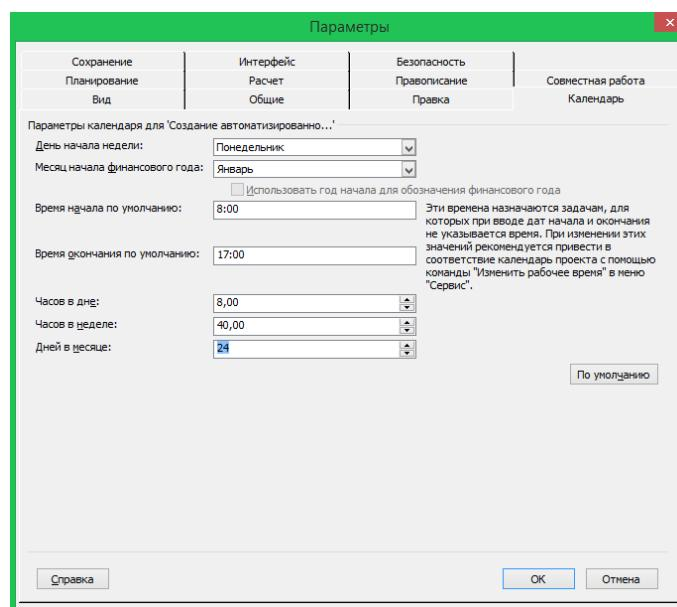

Рис. 1.7. Форма «Параметры» проекта
4. Для корректного преобразования программой MS Project длительностей в соответствующие временные интервалы, используемые в проекте, необходимо изменить значения некоторых параметров, установленные по умолчанию. В меню *Сервис* выберите команду *Параметры*, в открывшемся диалоговом окне (рис. 1.7) перейдите на вкладку *Календарь*. В поле *Часов в неделе* установите значение 44, а в поле *Дней в месяце* установите значение 24.